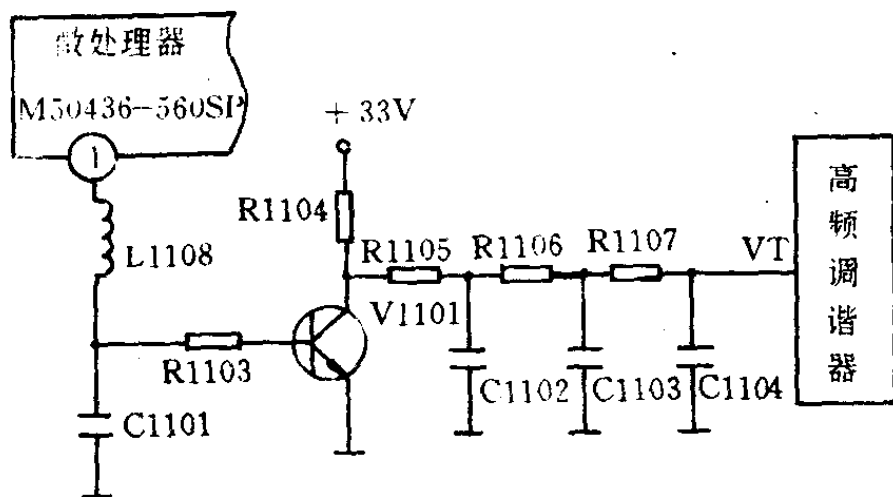

图 4-10 熊猫 3615B 型机 VT 控制电压变换电路
由于微处理器的工作电压仅 5V，因此输出脉冲的最大幅度也不过 5V，如果直接将微处理器输出的控制脉冲转换成直流控制电压，最大也只能在 0~5V 之间变化。而高频调谐器在工作时需要的是 0~32V 的控制电压(VT)，即使是音量控制电压一般也在 0~8V 之间，显然，0~5V 的控制电压是不能满足控制电路需要的。因此，在接口电路中还必须对微处理器输出的控制脉冲进行电平变换，以满足控制电路对控制电压变化范围的要求。在控制信号变换电路中，通常采用放大、倒相的方法将控制脉冲变换到所需要的幅度，之后再经过积分滤波电路，使输出的直流控制电压符合被控电路的要求(参见图 4-10)。
例如在熊猫 3615B 型电视机中，微处理器①脚输出的负控制脉冲在接口电路变换成 0~32V 直流控制电压的过程，如图 4-10 所示。图中： V_{1101} 为倒相放大管， R_{1104} 为其集电极负载电阻，供电电压为 33V； R_{1105} 、 C_{1102} 、 R_{1106} 、 C_{1103} 、 R_{1107} 、 C_{1104} 组成了三级积分滤波电路。微处理器①脚(调谐电压输